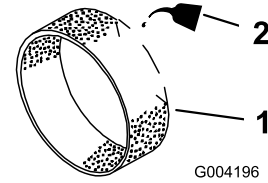

Figure 14
3. Imbibez le préfiltre de 30 à 60 ml d'huile (Figure 14).